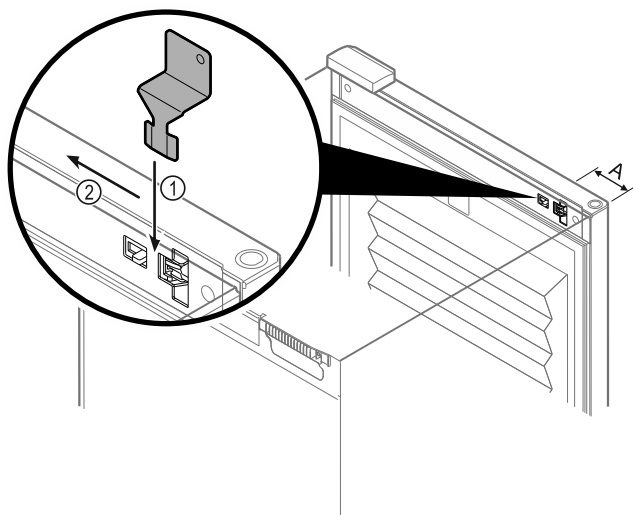

Fig. 148
- ▶ Τοποθετήστε το κλειδί έκτακτης ανάγκης στο προβλεπόμενο σημείο Fig. 148 (A) ≈ 100 mm.
- ▶ Τοποθετήστε το κλειδί έκτακτης ανάγκης Fig. 148 (1) ανάμεσα στην πόρτα και στο σώμα της συσκευής από επάνω μέχρι να τερματίσει.
- ▶ Τραβήξτε το κλειδί έκτακτης ανάγκης προς την πλευρά του μεντεσέ. Fig. 148 (2)